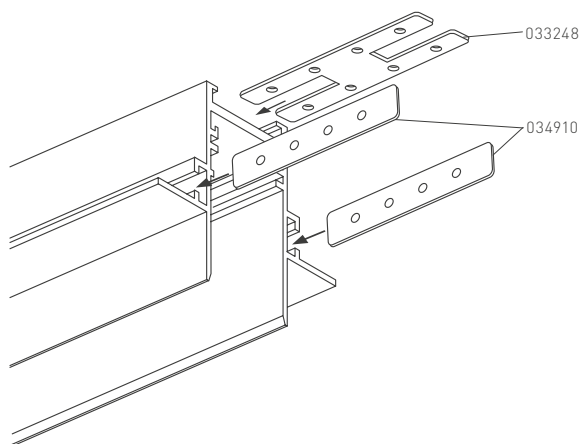

Рис. 3. Установка коннекторов для системы MAG-25
3.12. Установите в пазы шинопровода прямые коннекторы MAG-CON-2540-UP-SIDE (BK) (арт. 034910) и MAG-CON-25-UP (BK) (арт. 033248) на половину их длины и закрепите установочными винтами из комплекта поставки (см. рисунок 3).